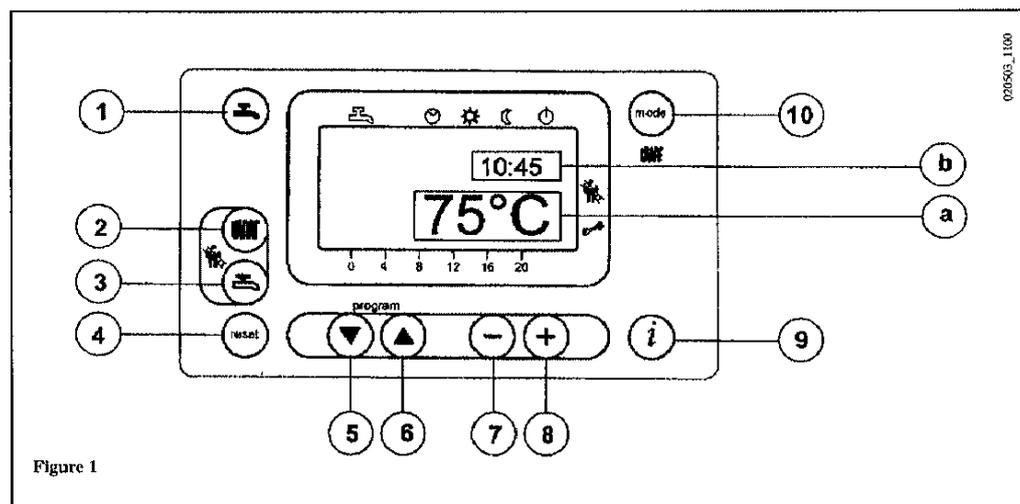
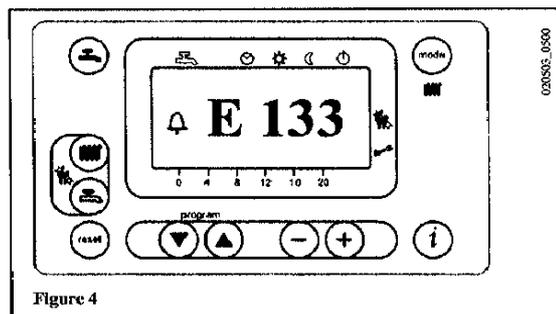

Figure 1
Figure 4
- Appuyer sur la touche  (2- figure1) pour régler la température de l'eau de chauffage;
- Appuyer sur une des deux touches   (1 o 10 - figure1) pour mémoriser et retourner au menu principal.
N.b – Avec une sonde externe reliée, à l'aide de la touche  (2 – figure1) il est possible d'effectuer la translation de la courbe de chauffage. Appuyer sur les touches   pour diminuer ou augmenter la température ambiante de la pièce à chauffer.
- Appuyer sur la touche  (3-figure 1) pour régler la température maximum de l'eau en mode sanitaire;
Sur l'afficheur principal (figure 1 a), les signaux d'anomalie et le symbole  (figure 4) apparaissent.